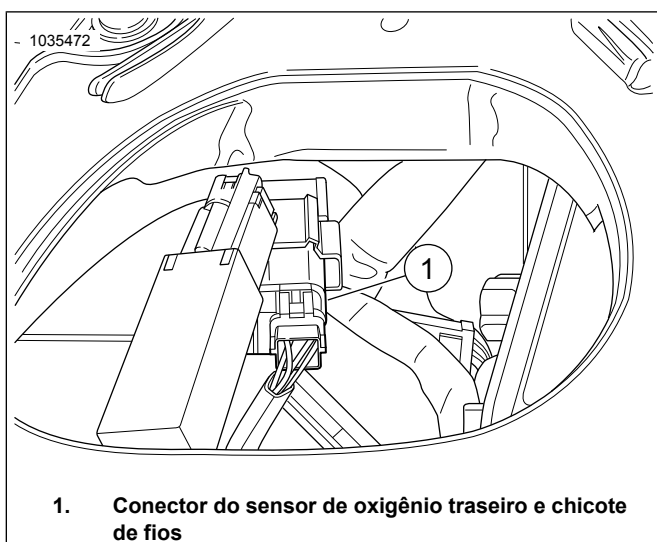

Figura 38. Localização do sensor de oxigênio traseiro
Veja Figura 38 . Desconecte os conectores do sensor de oxigênio traseiro (1) do chicote de fios principal.
Veja Figura 38 . Oriente o conector do chicote de fios preto no chicote de fios principal. As cores dos conectores devem ser correspondentes: preto com preto.